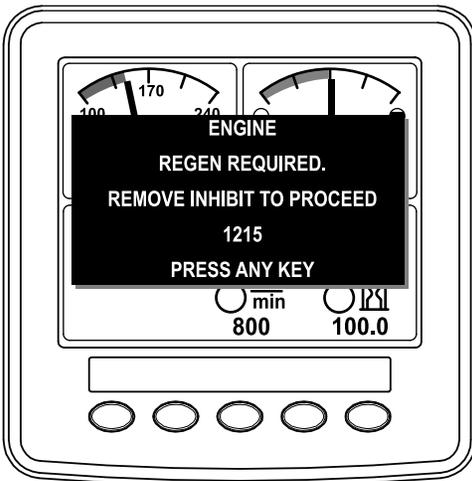

Figure 45
**Remarque:** Si INHIBIT REGEN est réglé sur ON, l'InfoCenter affiche l'AVIS N° 1215 (Figure 45). Appuyez sur un bouton pour faire passer l'option d'interdiction de régénération à OFF (désactivée) et poursuivre la procédure de régénération commandée.